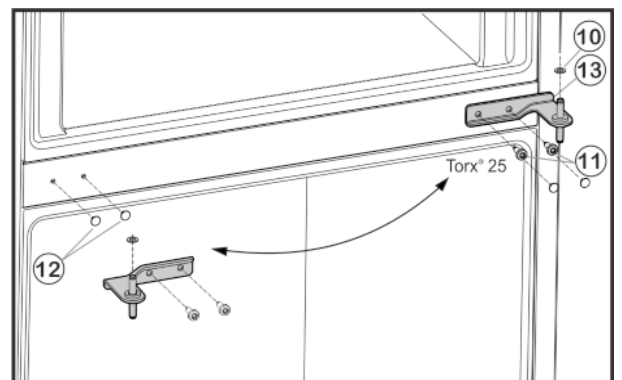

Fig. 6
- ▶ Afdekkingen Fig. 6 (12) voorzichtig verwijderen en aan de tegenoverliggende zijde weer aanbrengen.